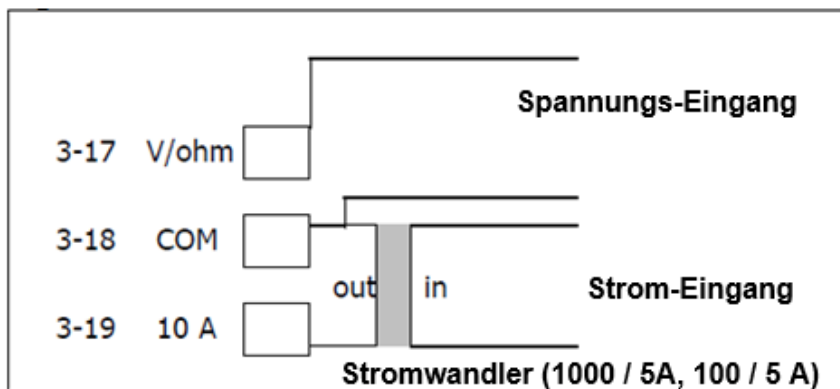

Fig.3
- 1) Connectez les câbles selon le schéma suivant (voir fig. 3)